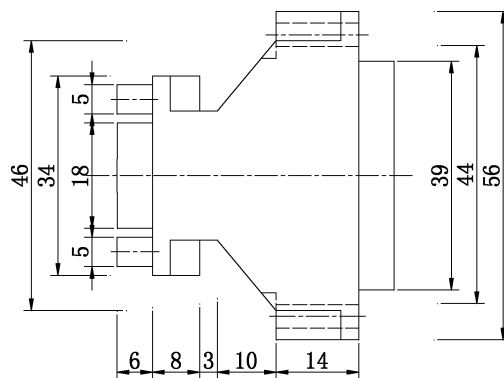

图 4-41 零件示意图
4) 利用本章所学的直线、多段线、矩形等绘图命令和镜像、复制等编辑命令, 绘制一个零件示意图并保存至指定位置, 如图 4-41 所示。